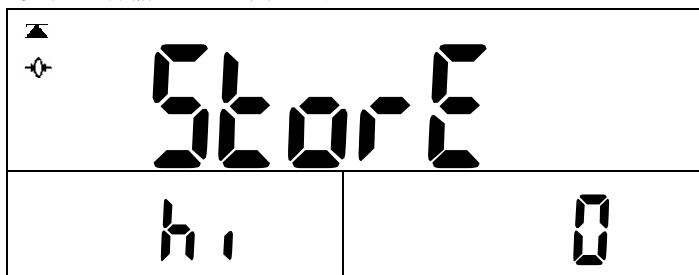

图 32
- f. 按**确认**键后存储报警上限值，用数字键输入数据，用**清除**键修改重新输入，显示如（图 32）